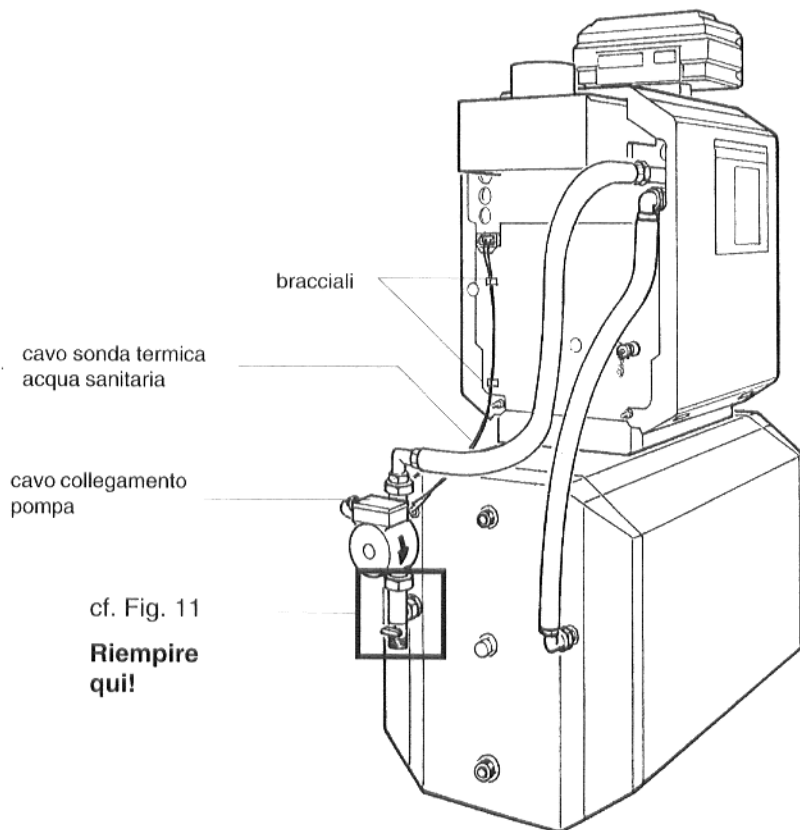

Fig. 10: Vista posteriore a montaggio terminato
- Effettuare con cura il collegamento elettrico della sonda termica per l'acqua sanitaria e della pompa (*Istruzioni di montaggio della caldaia e dell'accumulatore*; Fig. 10). Fissare i cavi con i bracciali (Fig. 10).